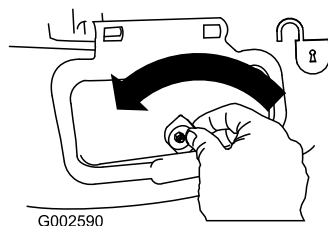

Figura 22
1. Desbloquee la puerta de descarga lateral (Figura 22).